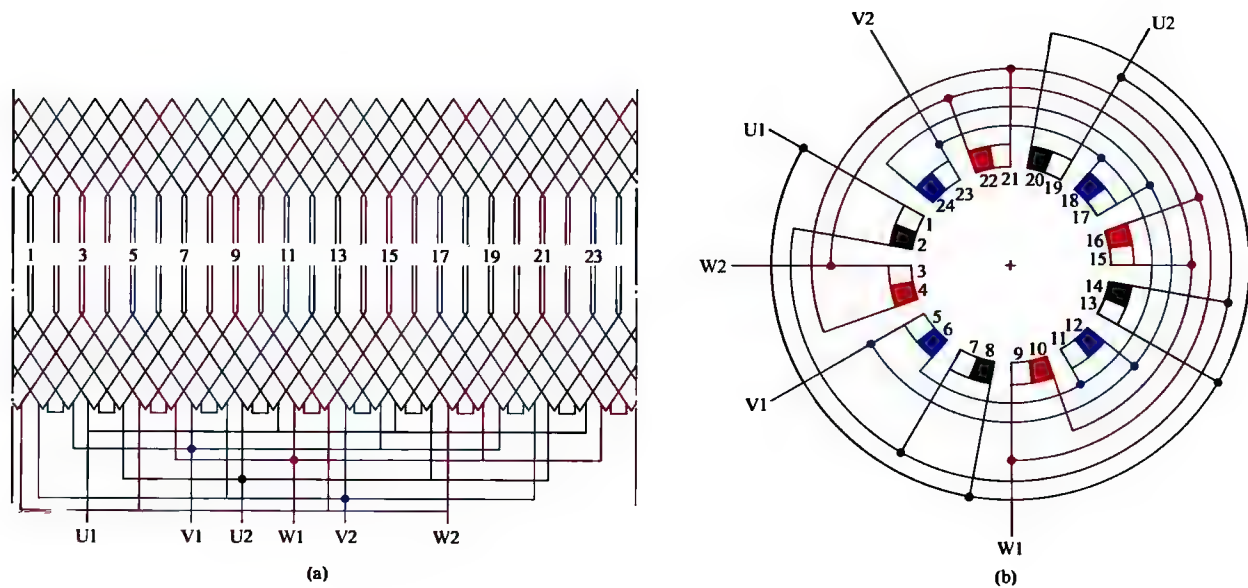

图 1-27 三相 4 极 24 槽双层叠绕组 4 路接法
27. 三相 4 极 24 槽双层叠绕组 4 路接法展开图与接线圆图 (见图 1-27)